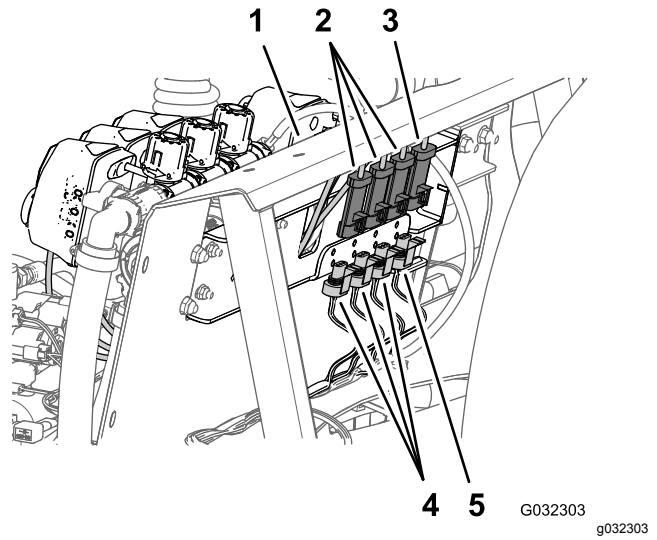

Figura 37
- En la parte trasera del soporte del distribuidor, desconecte el conector hembra de 3 vías de la válvula de agitación y los conectores hembra de 3 vías de las 3 válvulas de sección de los brazos (Figura 37).